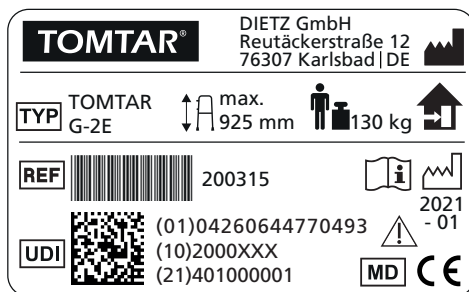

Fig. 7
in questo caso il deambulatore è mobile, ossia durante la camminata i due telai laterali si muovono alternatamente in avanti (fig. 7, capitolo 4.2).
4. Ora è possibile portare in avanti un lato del deambulatore sollevandolo leggermente e a seguire appoggiarlo (1, fig. 7).
6. Con tutte e quattro le gambe del deambulatore al suolo, fare un passo in avanti con il piede del lato del deambulatore mosso (2, fig. 7).
La pagina successiva presenta una tabella che illustra in dettaglio tutti i simboli e le informazioni riportati sulla targhetta identificativa (fig. 7). La targhetta identificativa riporta inoltre il numero di serie del deambulatore.